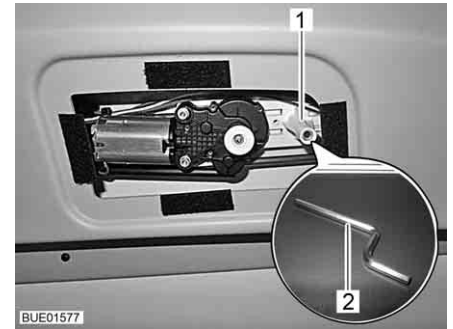

Fig. 35 Sbloccaggio di emergenza dell'oscurante del parabrezza
- Inserire la chiave a testa esagonale (Fig. 35,2) fornita in dotazione con l'asta lunga nell'attacco (Fig. 35,1).